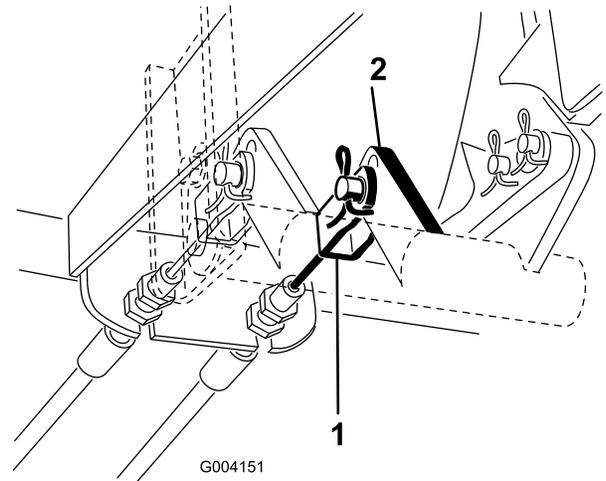

Figura 68
2. Desligue o cabo do travão do lado esquerdo do pedal do travão (Figura 68) e aplique o travão de mão.